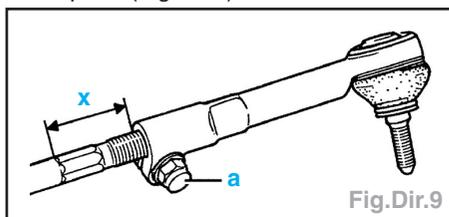

Fig.Dir.9
- Dévisser la vis (a) et déposer les rotules de direction en relevant la cote X, afin de faciliter le réglage du parallélisme lors de la repose (Fig.Dir.9).